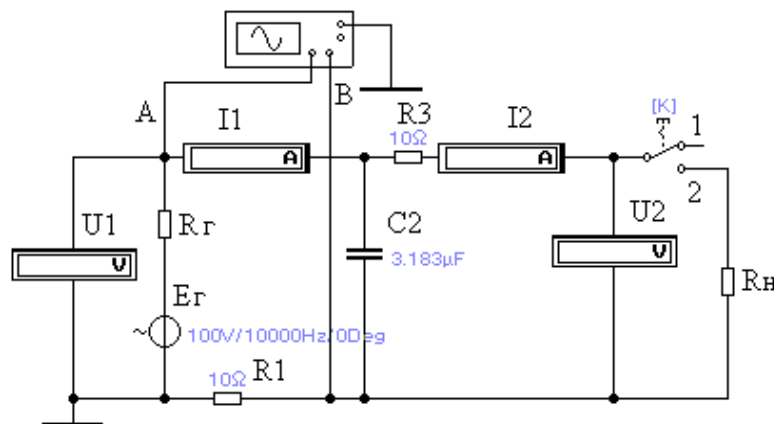
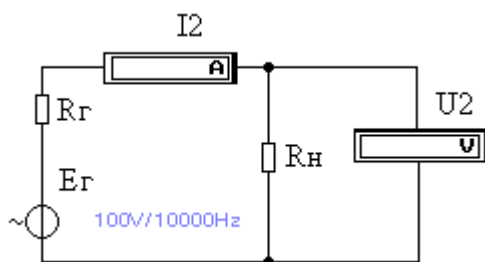
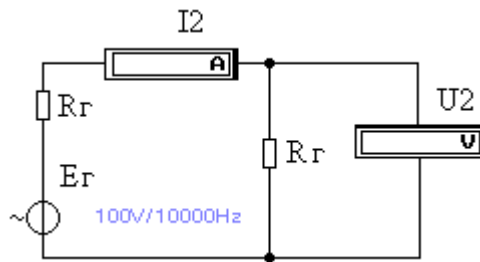

Рисунок 3
Рисунок 4
Рисунок 5
1. Собрать схему электрической цепи (рисунок 3).
5. Собрать схему электрической цепи (рис. 4). Для этого достаточно в схеме (рисунок 3) выделить и удалить элементы четырехполюсника, вольтметр V1, амперметр I1, осциллограф
8. Собрать схему электрической цепи (рис.5). Для этого достаточно в схеме (рис.4) установить $R_n = R_r$ (режим согласованной нагрузки с источником, при котором в нагрузке выделяется максимальная мощность).